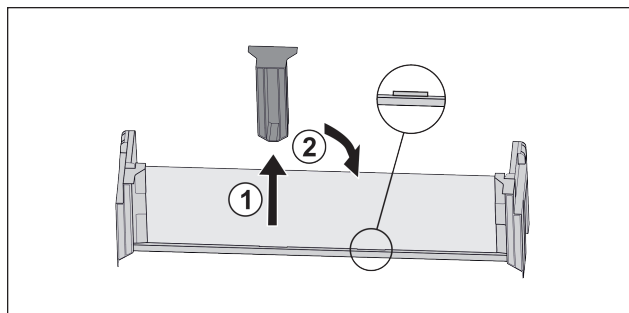

Fig. 26
- ▶ Изтеглете средната задържаща част Fig. 26 (1).
- ▶ Вкарайте средната задържаща част на втората позиция Fig. 26 (2).